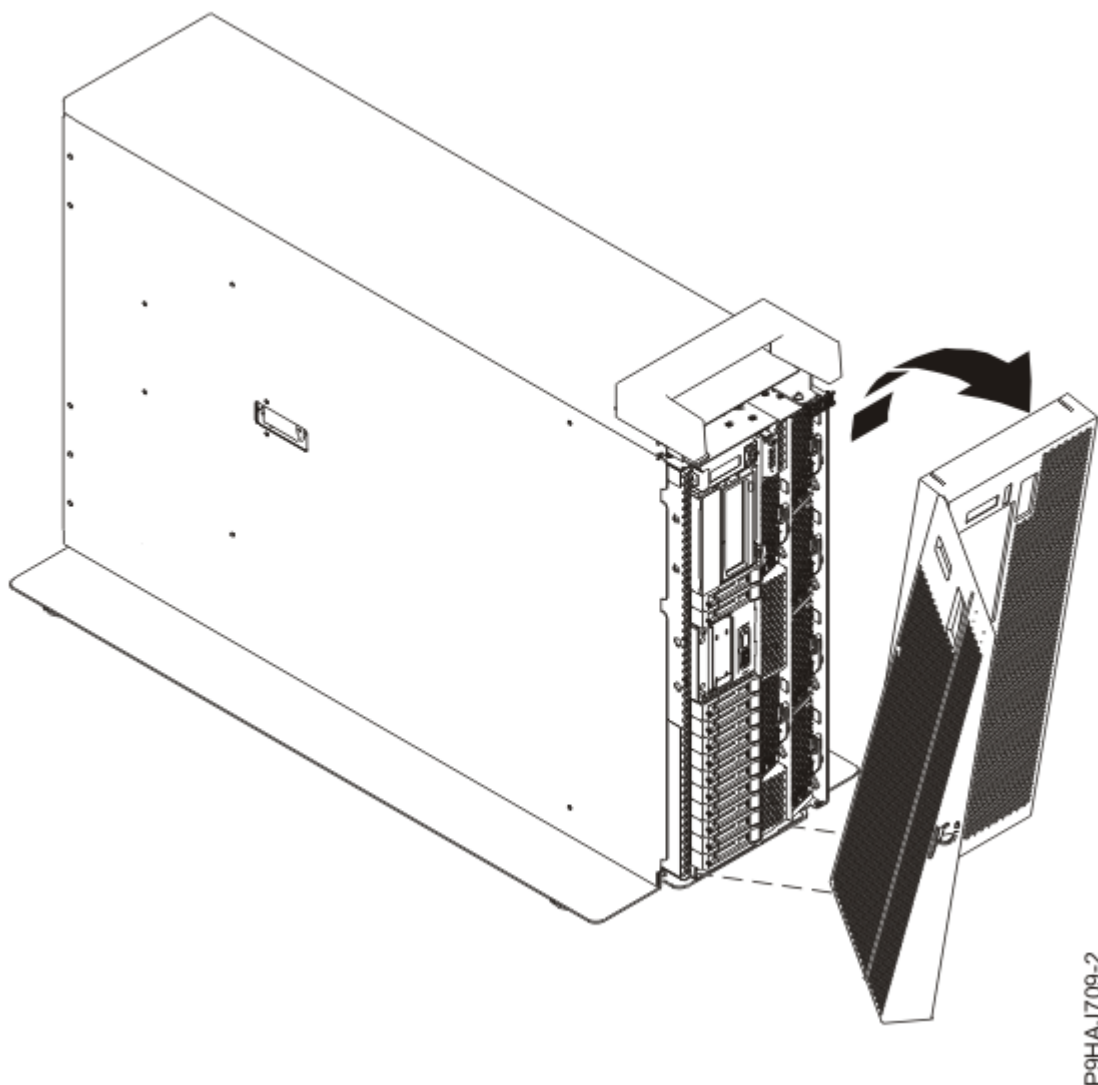

Figura 6. Extracció de la coberta frontal
- d) Retireu la coberta del sistema tal com es mostra a la Figura 6 a la pàgina 8.